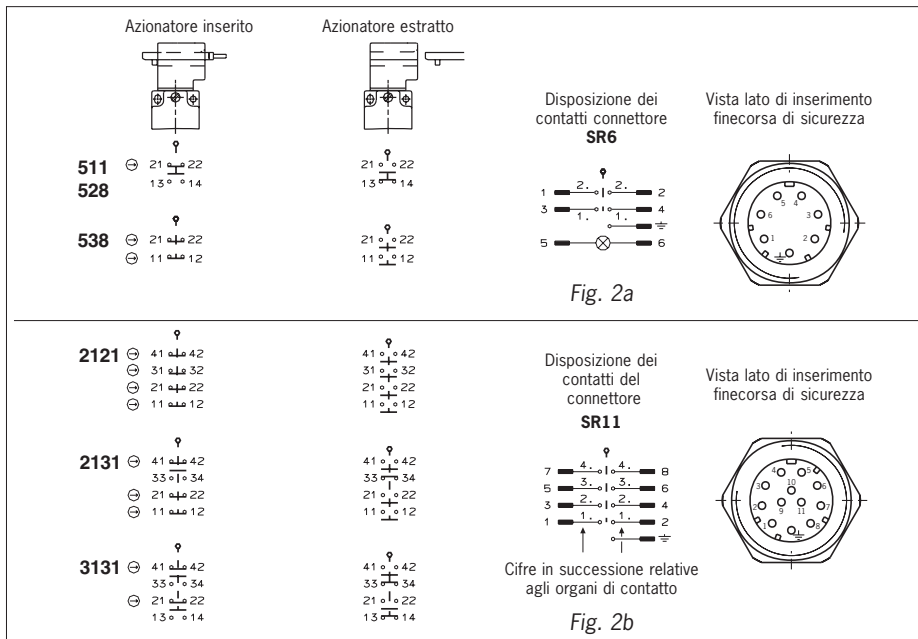

Fig. 2: Microinterruttori con funzioni di commutazione e posizione dei connettori
- ▶ Cablaggio dei contatti: vedere fig. 2.